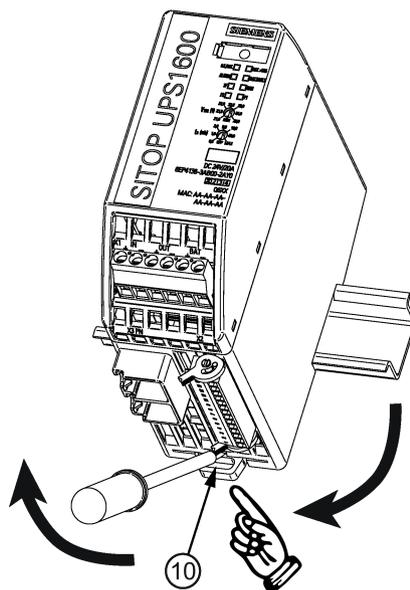

Bild 5-1 Demontage (Beispiel 6EP4136-3AB00-2AY0)
Zur Demontage ziehen Sie den Schieber ⑩ mit Hilfe eines Schraubendrehers oder per Hand (siehe Bild 5-1 Demontage (Beispiel 6EP4136-3AB00-2AY0) (Seite 137)) vorsichtig auf und hängen das Gerät an der Unterkante der Normprofilschiene aus. Anschließend können Sie das Gerät von der Oberkante der Normprofilschiene abnehmen.